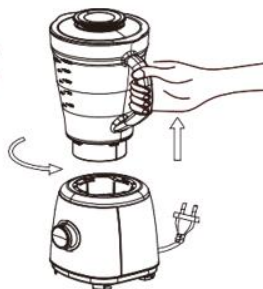

Fig 3
3. Vegye ki a fedelet (10), vagy a mérőpoharat (9) és helyezze be a hozzávalókat a kehelybe!
5. A vezérlőpanel (4) használatával állítsa be a kívánt sebességet: 1,2 vagy Pulse.
10. Húzza ki a hálózathoz a készüléket, vegye ki a kelyhet a turmix aljából úgy, hogy órajárással ellentétes irányba az unlock feliratig forgatja (Fig 3)! Utána vegye le a tetőt és öntse ki tartalmát.